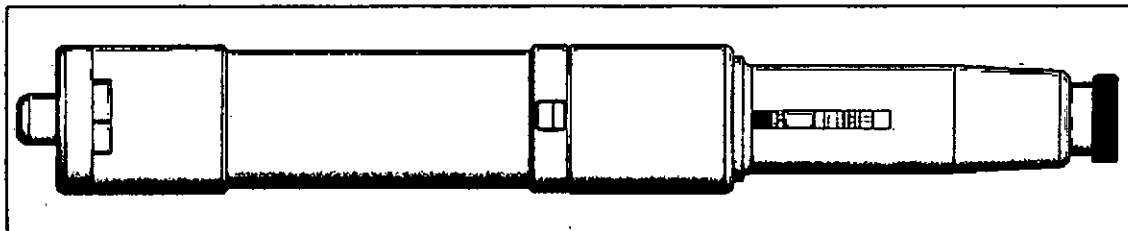

Fig. 7
7. Correr la perilla de la Traba de seguridad del pulsador para que en la ventana se visualice el color VERDE que indica que el dispositivo está listo para inyectar, Fig. 7